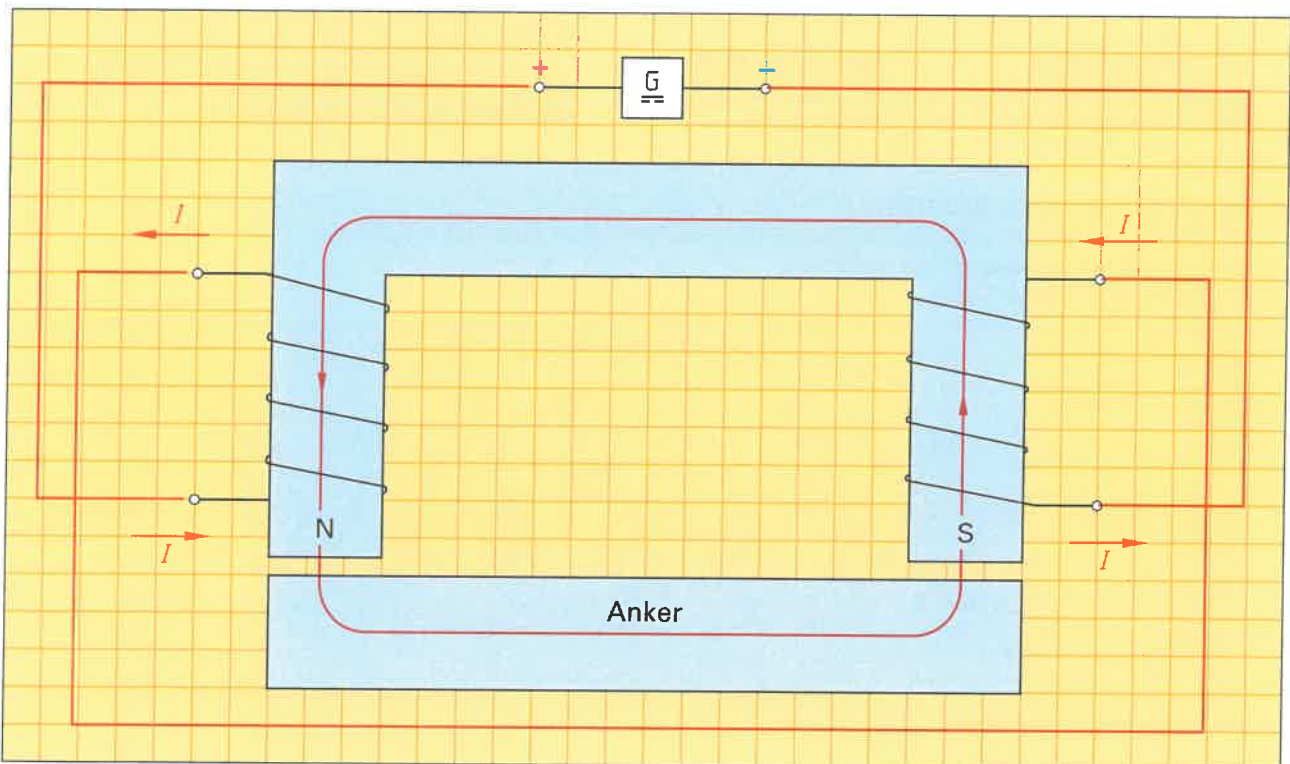

Bild 2: Elektromagnet
9. Schalten Sie die beiden Spulen im **Bild 2** so in Reihe, dass die angegebenen Magnetpole entstehen und der Anker angezogen wird.